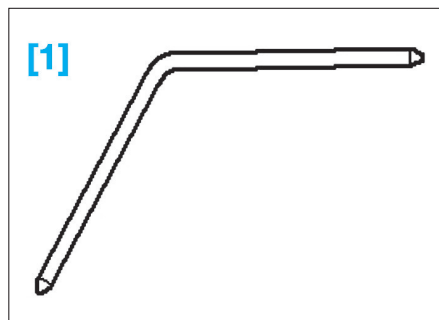

FIG. 30
- [1] Pige pour le blocage du levier de vitesses réf. VW T10027A (Fig.30).